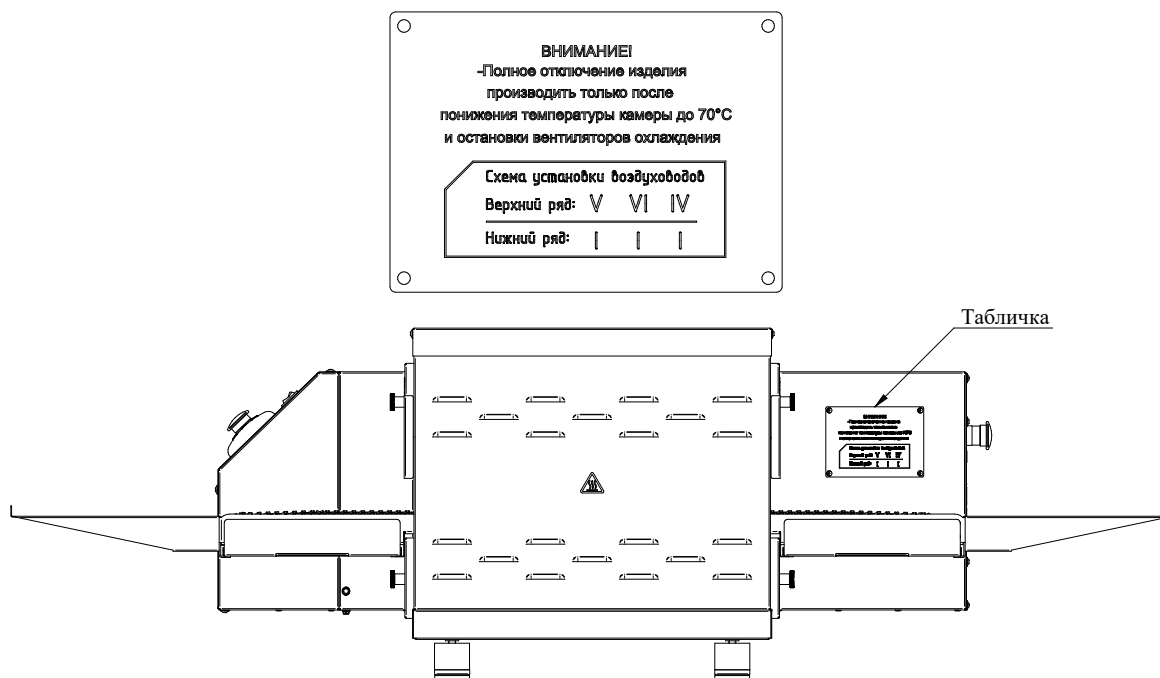

Рис. 14
7. Установить все снятые элементы в обратной последовательности. Заводская схема установки воздухопроводов указана на табличке (см. Рис. 14)